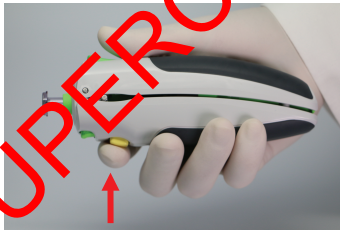

figura 10
- a) Con el dedo índice, presione y mantenga presionado el botón de seguridad del inyector. Esto permite que la carcasa del núcleo central interior se retraiga libremente, como se muestra en la figura 10.
NOTA: si la carcasa del núcleo central interior vuelve a la posición extendida original y se traba, simplemente, vuelva a presionar el botón de seguridad (consulte la figura 10) e inicie la operación de inyección de la sección 4.